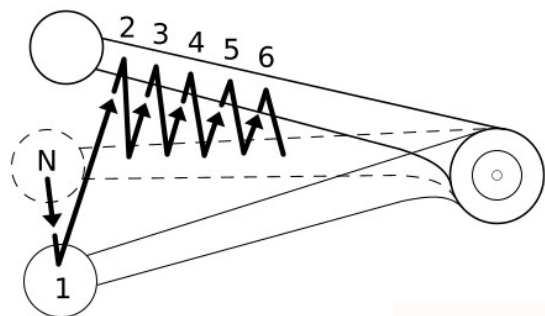

Figure 39. Séquence de changement de vitesse : Passage en vitesse supérieure
- Voir Figure 39. Relever à fond le levier de sélection de vitesses et relâcher.